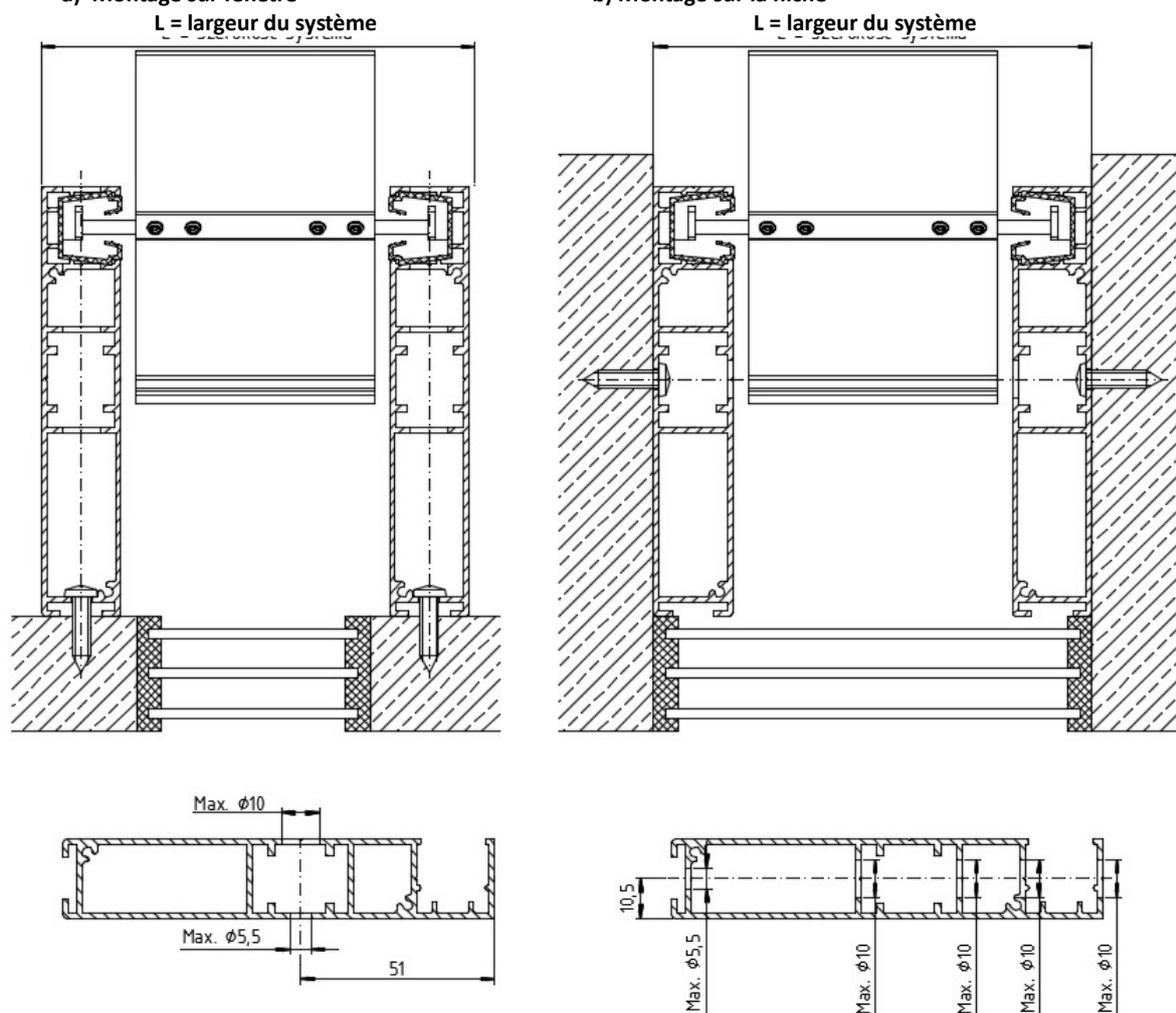

Fig. 12. Modes de montage du rail de guidage: a) - Assemblage sur fenêtre b) -Montage dans la niche
- Le profilé du rail de guidage est livrée sans trous de montage, les trous de montage doivent être faits par vous-mêmes comme décrit ci-dessous (Fig. 12 et 14). Un minimum de 3 trous de montage est requis pour chaque longueur de 1 m du profilé du rail de guidage. Lorsque vous effectuez des trous de montage dans le rail de guidage, n'oubliez pas de retirer le profilé de guidage.